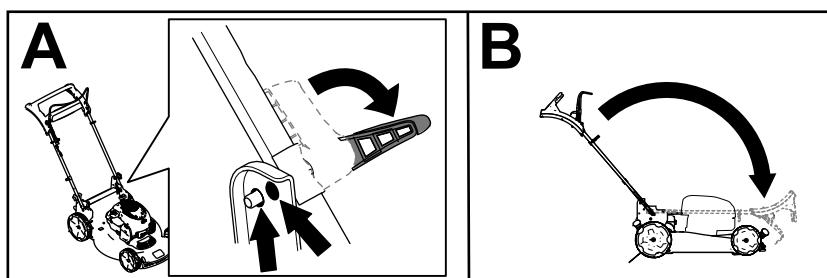

Figura 18
2. Abra las palancas de bloqueo del manillar hasta que pueda mover libremente la sección superior del manillar (Figura 18, A).
3. Pliegue el manillar hacia adelante del todo (Figura 18, B).